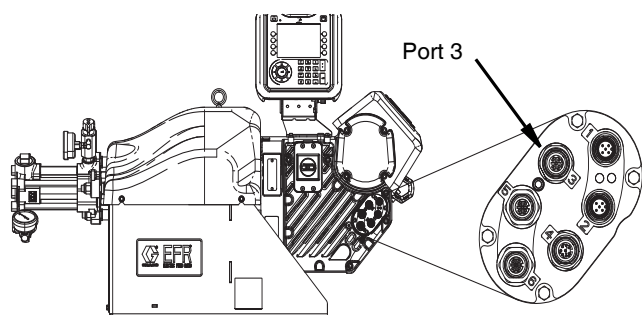

FIG. 7
4. Lossa anslutningen från port 3 på EFR-drivenheten. Se FIG. 7 på sidan 15.